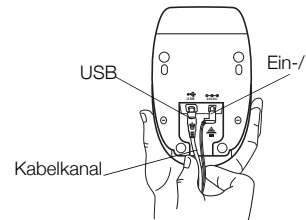

Abbildung 4
- 2 Stecken Sie das Netzteil in den Netzteilanschluss an der Unterseite des Druckers. Siehe Abbildung 4.